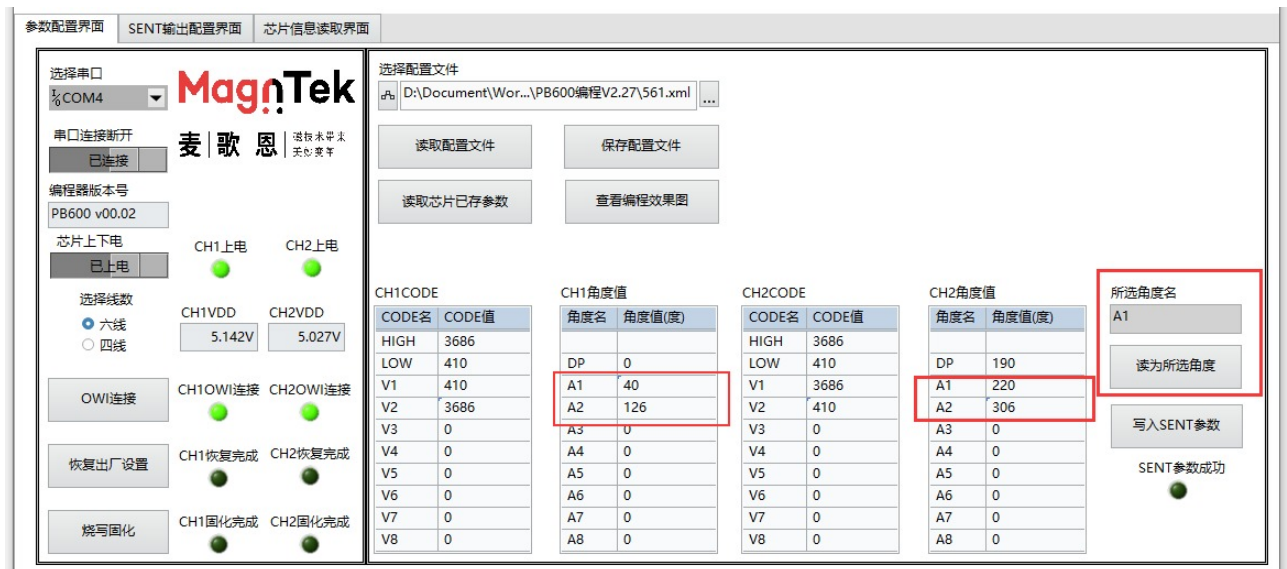

图 5.6.11 读取 A1/A2 编程角度值
- 单击 CH1 的 'A1' 对应的“角度值”框，将磁铁（传感器）角度置于需要编程的第一个位置，稳定后单击“读为选择角度”按钮读取当前芯片角度值，并显示在 CH1 和 CH2 的角度值 'A1' 中，当前读出芯片角度 CH1 的 'A1' 角度为 40°，CH2 的 'A1' 角度为 220°；同样方式读取到 CH1 的 'A2' 角度值为 126°，CH2 的 'A2' 角度值为 306° (图 5.6.11)。